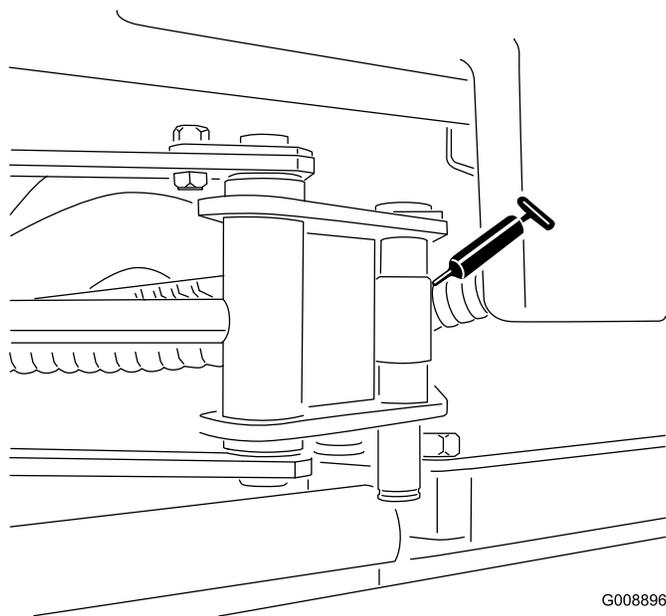

图 58
- Sidewinder 油缸末端2个黄油嘴仅限型号 03171——图 58